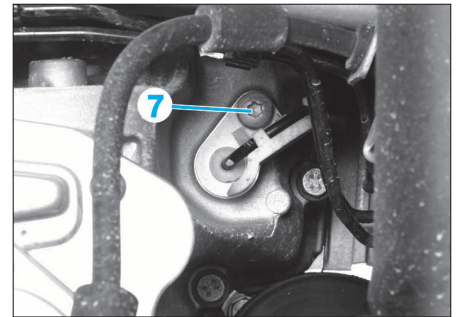

FIG. 8
- le support (3)
- les gaines des 2 câbles de commande (4) et (5) du support (3).
- appuyer sur les languettes des agrafes (6) en "a" à l'aide d'un petit tournevis plat
- dégager les arrêts de gaines des câbles (4) et (5) de leurs supports en tirant vers le haut.
- Déposer la vis (7) puis désaccoupler le dispositif de marche arrière (Fig.8).